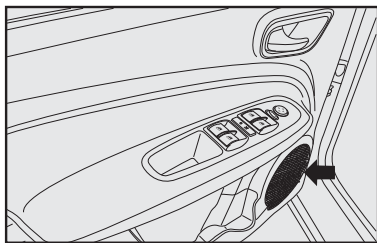

fig. 108
- dois alto-falantes full-range dianteiros de 6" com 20 W RMS de potência cada **fig. 108**.